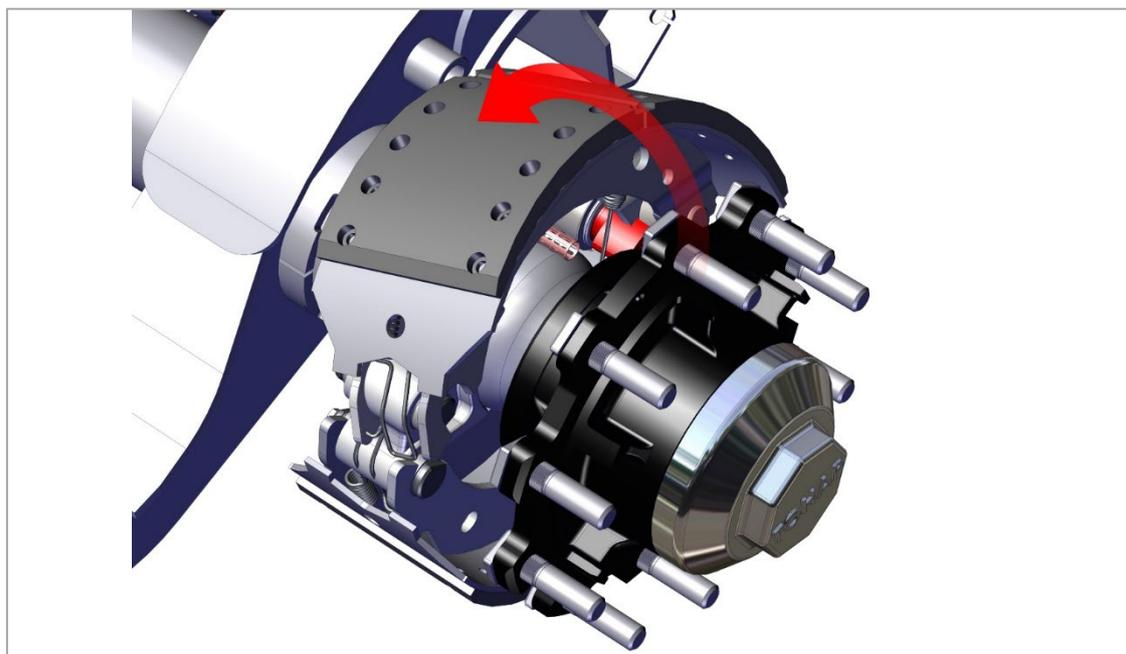

Рис. 21. Снятие тормозной колодки.
4) Наклоните верхнюю тормозную колодку над кулачком и осью моста и снимите её, как показано на рис. 21.